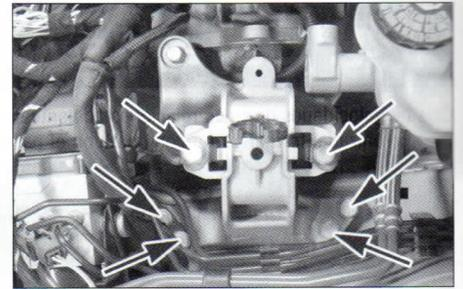

FIG. 6
- el soporte de la caja (fig. 6).